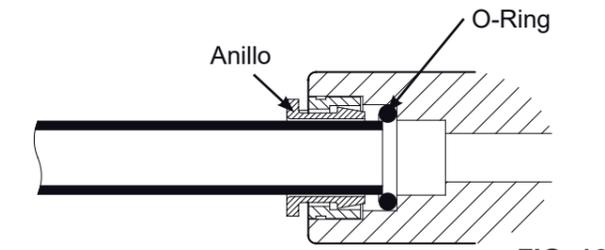
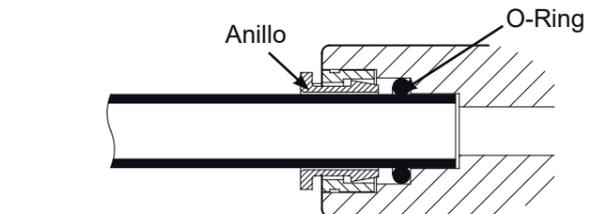

FIG. 16
FIG. 17
1. Introducir el tubo en el racor hasta que penetre en la junta tórica. Seguir presionando hasta que el extremo del tubo se apoye contra el extremo del racor. Cf Fig. 17. El error corriente consiste en dejar de presionar cuando el tubo penetra en la junta tórica. Cuando el tubo de 1/4" (6,35 mm) esté introducido completamente, debe haber penetrado 1,7 cm en el interior del racor. Cuando el tubo de 3/8" (9,5 mm) esté completamente introducido, debe haber penetrado 1,9 cm en el interior del racor. Es posible marcar estas longitudes con ayuda de cinta adhesiva o de un rotulador. Cf Fig. 16 & 17.
7. Introducir correctamente el tubo en el anillo. Cf Fig. 16 y 17.
4. Introducirlo profundamente en el racor del grifo. Es un racor rápido. Cf Fig. 16 y 17.
4. Introducirlo profundamente en el racor rápido con el diámetro apropiado (1/4") denominado «Racor tubos» (Fig. 20). Cf Fig. 16 y 17.
6. Cortar uno de los extremos del tubo en ángulo recto e introducirlo en la parte 3/8" del racor tubos. Cf Fig. 16 y 17.